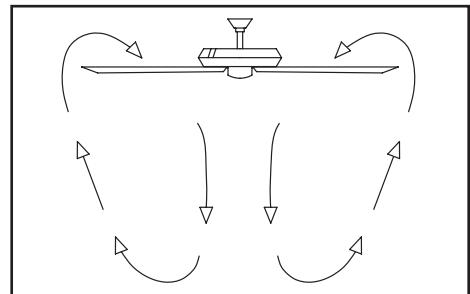

Figura 17
**Clima cálido** - (Hacia adelante) Un flujo de aire hacia abajo crea un efecto refrescante como se muestra en la Figura 17. Esto te permite fijar tu aire acondicionado en una configuración más alta sin afectar tu comodidad.